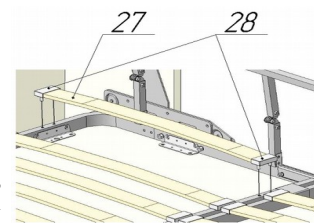

Рис.16
20. Собрать латофлексы поз.27 с латодержателями поз.28 и установить на раму кровати (рис.16). Латодержатели должны входить в отверстия со щелчком.